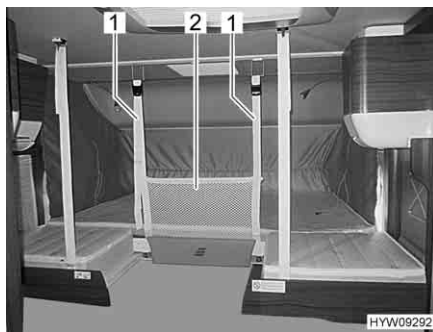

Fig. 96 Rete protettiva (letto basculante longitudinale)
- Staccare le cinture di ritegno (Fig. 96,1) e sistemare la rete protettiva (Fig. 96,2) sotto il materasso.
La rete protettiva con le cinture di ritegno è sistemata sotto il materasso del letto basculante. Fissare la rete protettiva (Fig. 96,2) soltanto dopo che le persone si sono stese nel letto basculante.
- Agganciare le cinture di ritegno (Fig. 96,1) ai ganci del soffitto.